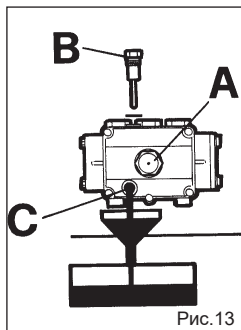

Рис.13
Периодически проверяйте масло в насосе высокого давления с помощью смотрового окошка (рис. 13А) или шупа (рис. 13В). Если масло приобрело молочный цвет, немедленно обратитесь в один из наших технических центров.
1) Открутите пробку отверстия для слива масла, расположенную внизу насоса (рис. 13С)
2) Открутите пробку с шупом (Рис. 13).